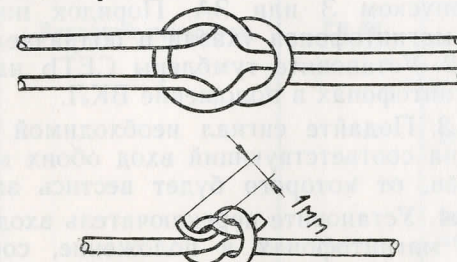

Рис. 1
7.1. Общий вид лицевой панели магнитофона с органами управления приведен на рис. 1.
4.3.2. Правильный способ связывания узла показан на рис. 1.